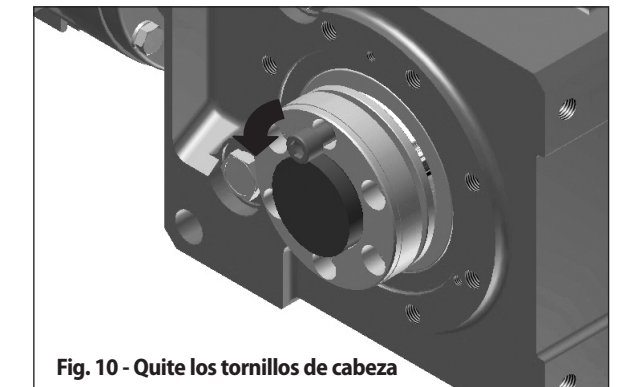

Fig. 10 - Quite los tornillos de cabeza
Paso 5: - Luego de que el líquido penetrante se ha asentado, quite los tornillos de a uno por vez (vea la Fig. 10).